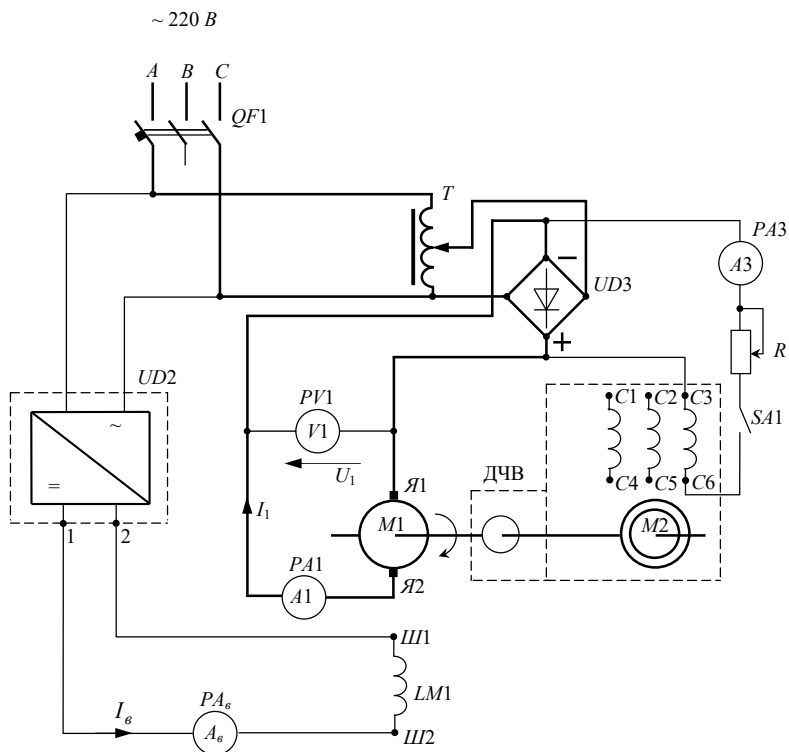

Рис. 12.1. Электрическая схема исследуемой цепи
На электрической схеме лабораторной установки изображен двигатель постоянного тока независимого возбуждения $M1$ (рис. 12.1). Вал исследуемого двигателя $M1$ жёстко соединён с валом асинхронного двигателя $M2$.
2. Собрать схему экспериментальной установки (рис. 12.1), установив автотрансформатор T в нулевое положение. Проверить правильность собранной схемы и показать её преподавателю или лаборанту.